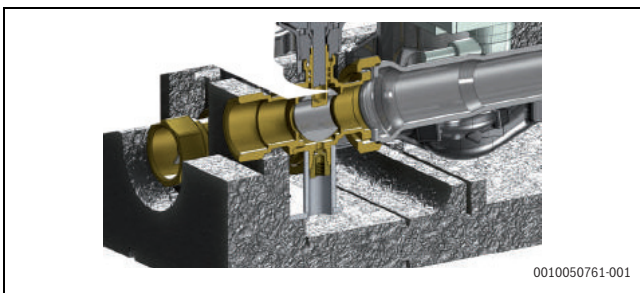
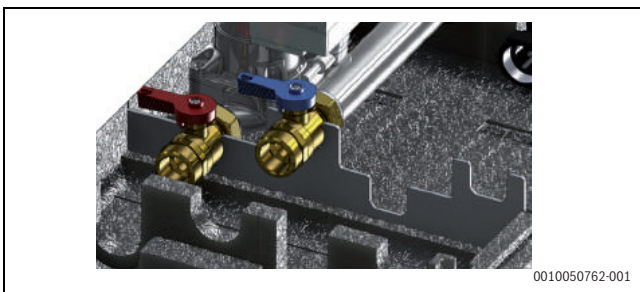

Fig. 196 DN25 de sujeción de la unidad de circulación
Fig. 197 DN20 de sujeción de la unidad de circulación
4. Antes de fijar el colector de zona/separador hidráulico al muro, instalar las unidades de distribución en él. Tal y como se muestra en la imagen (→ fig. 196 y fig. 197), prestar atención cuando fije las unidades al soporte antirrotación.